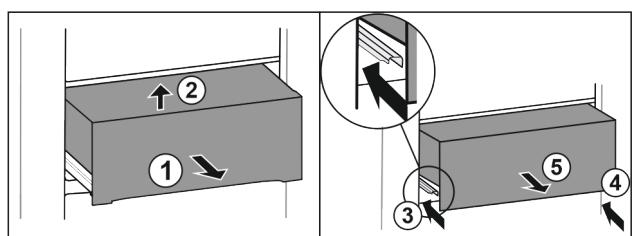

Fig. 27*
- Вытяните выдвижной ящик наполовину Fig. 27 (1).*
- Приподнимите спереди Fig. 27 (2).*
- Вставьте левую направляющую Fig. 27 (3).*
- Вставьте правую направляющую Fig. 27 (4).*
- Извлеките выдвижной ящик движением вперед Fig. 27 (5).*